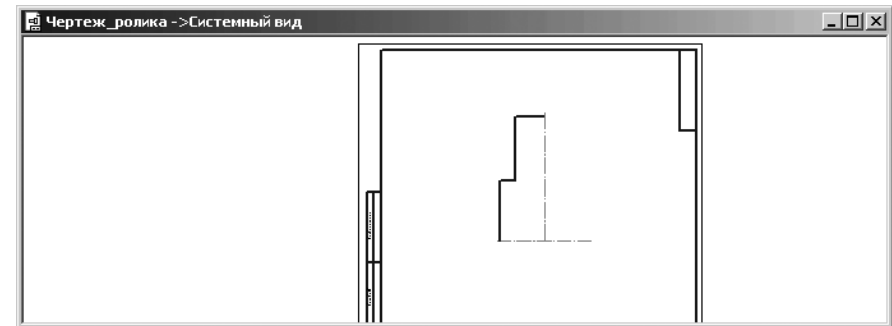

Рис. 4.14. Окно чертежа с результатом построения левой верхней части контура ролика в увеличенном масштабе и вертикальной осевой линией
- переместите указатель мыши вертикально вниз до появления сообщения **Середина**. Когда появится сообщение **Середина**, посмотрите в **Панели свойств: Отрезок** на поле t2. Там будут указаны координаты конечной точки отрезка (161.0, 250.0). Щелкните мышью для фиксации конечной точки вертикальной осевой линии. Если не так, то проверьте введенные данные. Результат построения части контура ролика показан на рис. 4.14.